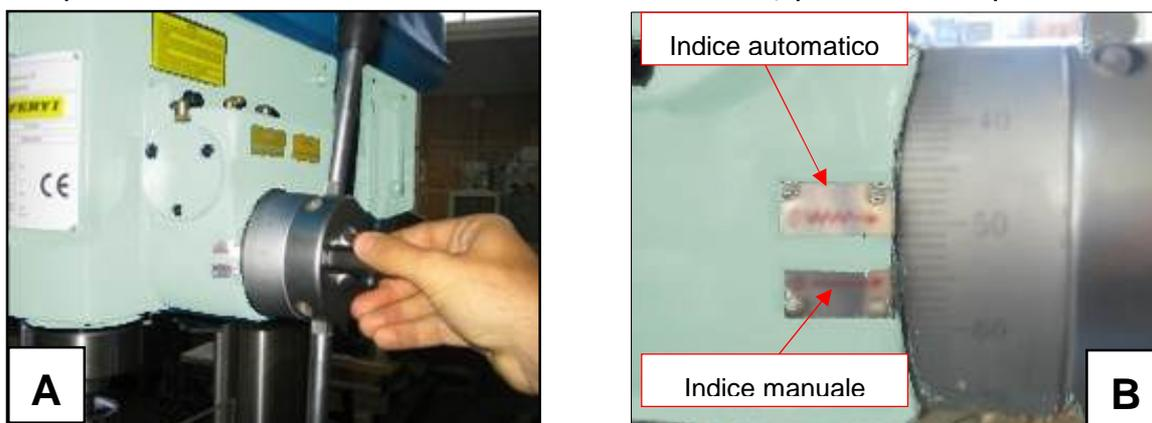

Figura 33 – Funzionamento "in automatico"
8. Ruotare la ghiera posizionando lo 0 (zero) in corrispondenza dell'indice di zero-scala in automatico (vedere la figura 33 e 34).